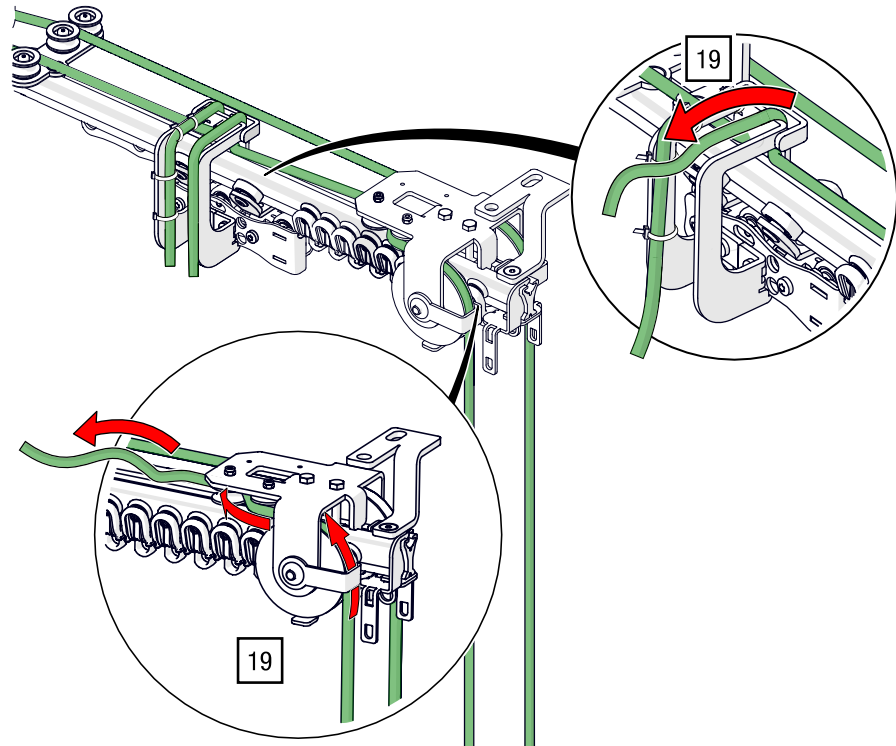

Abb. 82: Obenliegende Seilführung – Seilenden über Ableitrolle in Zugwagen führen
19. Führen Sie das zweite Seilende durch die Ableitrolle nach oben zum ersten Zugwagen und binden Sie am Zugwagen an mehreren Positionen mit Kabelbindern fest (siehe Abb. 82).